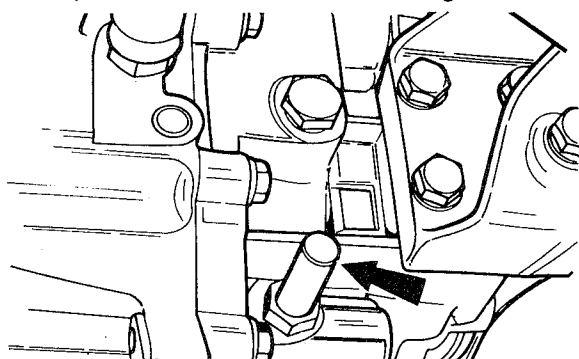

fig. 13
2. Drenar o óleo da caixa de mudanças, soltando a porca-bujão de fixação do mecanismo de bloqueio das hastes deslizantes (fig. 13)
4. Drenar a caixa de mudanças, soltando, em algumas voltas, a porca-bujão de fixação do mecanismo de bloqueio das hastes deslizantes (fig. 13)